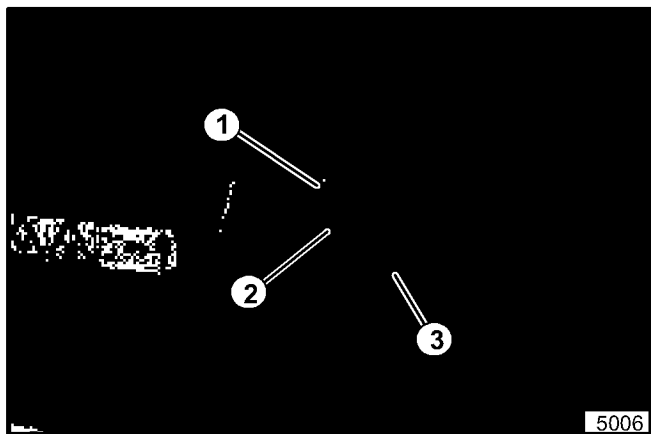

Abbildung 6. Einbau der Tiefeneinstellschraube
12. Knebel der Sicherungsmutter und die Tiefeneinstellschraube zusammen– und in die Hebestange einbauen (siehe Abbildung 6). Für die endgültige Tiefeneinstellung der Spindel, siehe den Abschnitt Betrieb in diesem Handbuch.